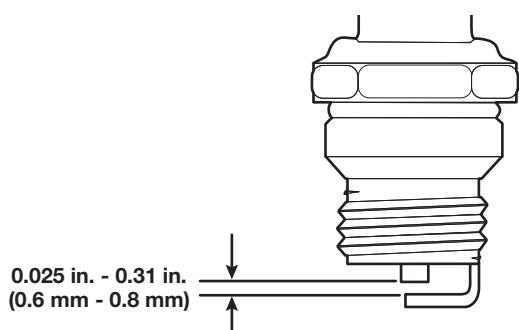

Fig. 15
- Utilice una galga de espesores para establecer el espacio de aire en 0,025 - 0,31 pulg. (0,6 mm - 0,8 mm) (Fig. 15).